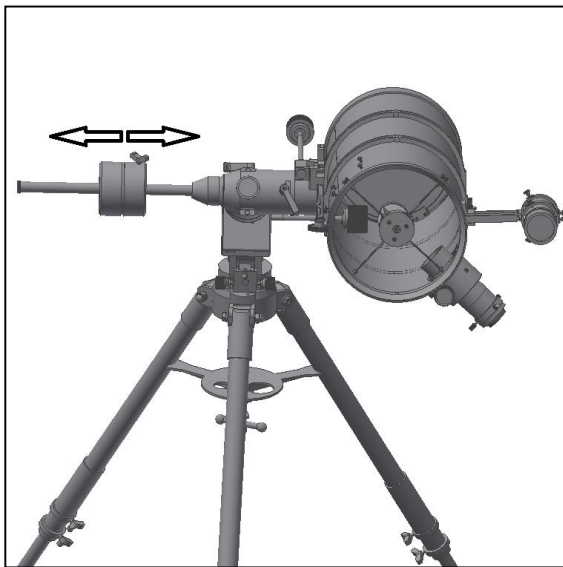

Figure 19. Balancing the R.A. axis.
3.2. Ausbalancieren des optischen Tubus (OTA). Um die Abnutzung der Scheckengetriebe der Montierung zu reduzieren, ist es wichtig, die Montierung auszubalancieren. Das Ausbalancieren sollte vor jeder Beobachtungssitzung wiederholt werden. Beginnen Sie mit dem Ausbalancieren der Rektaszensionsachse (Abb. 19). Bringen Sie die Gegengewichtsstange in die horizontale Position Dec. Lösen Sie vorsichtig den Rektaszensionsknebelverschluss. Der Deklinationsknebel sollte verschlossen sein. Wenn der Teleskop-Tubus oder das Gegengewicht auf einer Seite absinkt, bedeutet dies, dass die Rektaszensionsachse nicht richtig ausbalanciert ist. Verschieben Sie das Gegengewicht entlang der Gegengewichtsstange, bis die Balance hergestellt ist. Nun können Sie die Gegengewichtsstange in eine aufrechte Position bringen und den Rektaszensionsknebel festziehen. Gehen Sie ebenso beim Teleskoptubus vor. Halten Sie die Gegengewichtsstange in horizontaler Position und lockern Sie leicht den Deklinationsknebelverschluss.